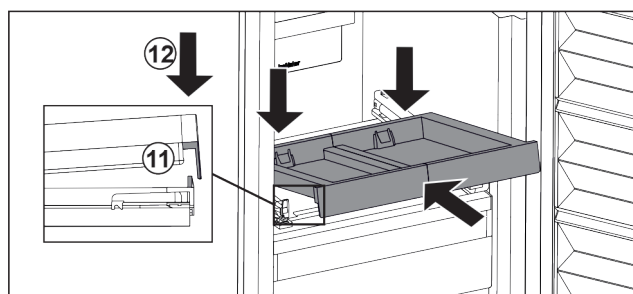

Fig. 84
- Wsunąć pod skosem. Zwrócić uwagę, aby ogranicznik znajdował się po obu stronach za nakładką. Fig. 84 (11)
- Osadzić wysuwaną półkę z przodu. Fig. 84 (12)